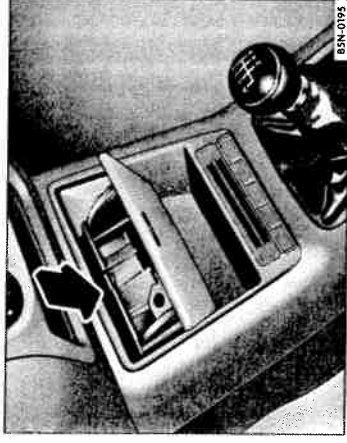

Fig. 93 Scoaterea scrumierei din față.
- Prindeți scrumiera de părțile laterale ⇒ fig. 93 (săgeata) și scoateți-o afară ridicând-o.